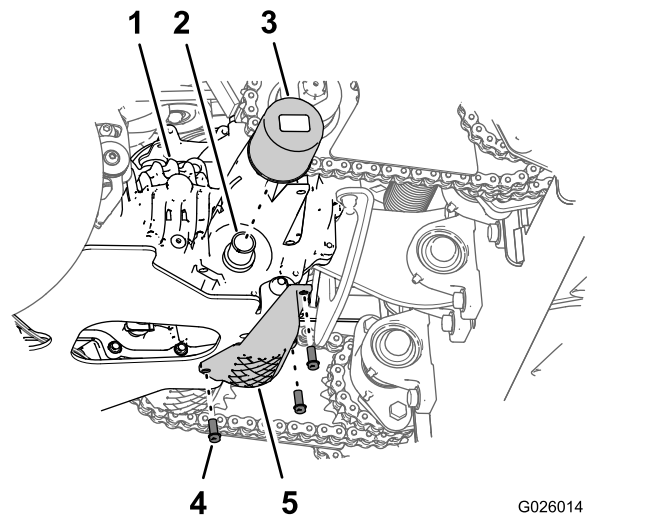

Figure 59
- Nettoyez la surface autour du filtre de transmission (Figure 59).
- Tournez le filtre dans le sens antihoraire et déposez-le (Figure 59).
- Posez le filtre en le tournant dans le sens horaire sur l'adaptateur jusqu'à ce que le joint rejoigne la base de l'adaptateur, puis serrez encore le filtre de 3/4 à 1 tour (Figure 59).
- Montez la protection du filtre au moyen des 3 boulons à embase (1/4 x 3/4 po) que vous avez retirés à l'opération 3 (Figure 59); serrez les boulons à un couple de 1 117 à 1 243 N-cm (90 à 110 po-lb).
- Retirez les 3 boulons à embase (1/4 x 3/4 po) qui fixent la protection du filtre à la transmission, et déposez la protection (Figure 59).